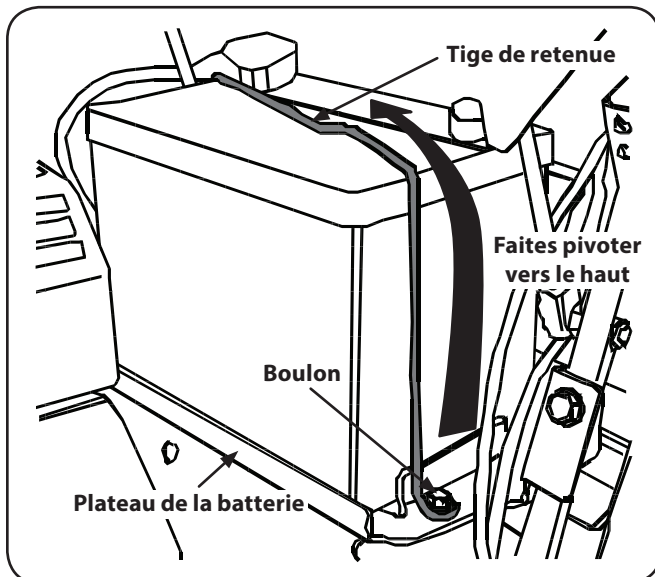

Figure 7-1
2. Retirez le boulon qui fixe le côté gauche de la tige de retenue au plateau de la batterie. Voir Figure 7-1.